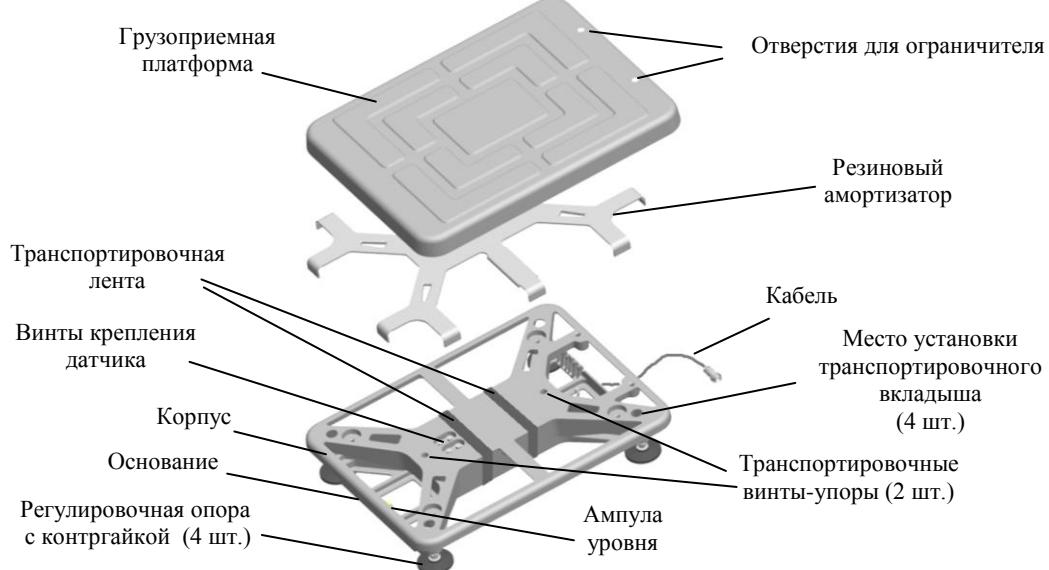
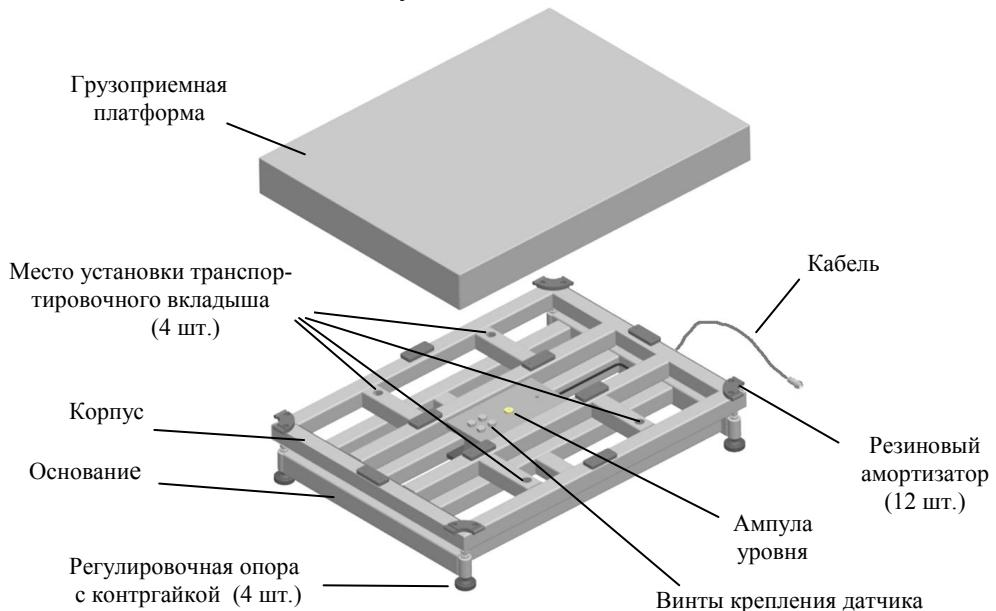

Рис. 5.1 - Модуль взвешивающий ТВ-С_
Рис. 5.2 - Модуль взвешивающий ТВ-М_
6.2 Снять грузоприемную платформу. Вынуть транспортировочные вкладыши (Рис. 5.1, Рис. 5.2).
5.5 Установить весы на твердой ровной поверхности. При помощи регулировочных опор выставить весы по ампуле уровня таким образом, чтобы пузырек воздуха находился в центре ампулы. При необходимости, затянуть контргайки регулировочных опор (Рис. 5.2).